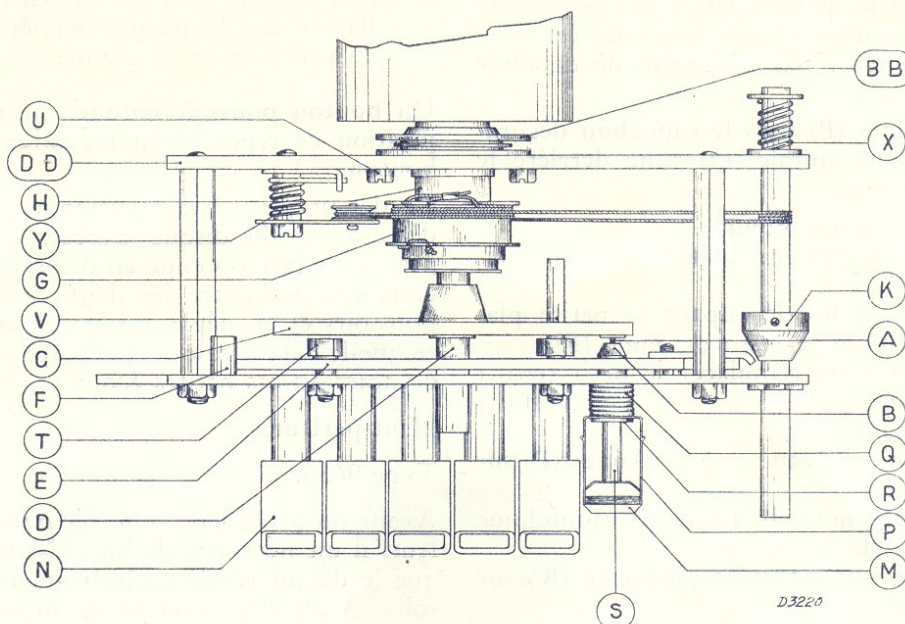

Fig. 6
Remarque: Au cas où la petite vis A ne peut être suffisamment manoeuvrée, il est nécessaire de faire tourner légèrement le tambour G (fig. 6).
- a. Si l'appareil reste bien accordé, tourner la vis de réglage A vers le droite (figure 6) à l'aide d'une clé de réglage jusqu'à ce que l'appareil soit désaccordé.
- b. Si l'accord de l'appareil est modifié, tourner la vis de réglage A (figure 6) vers la gauche à l'aide d'une clé de réglage jusqu'à ce que l'on perçoive à nouveau la station désirée.
Remplacement des pièces constitutives d'un bouton poussoir (figure 6).